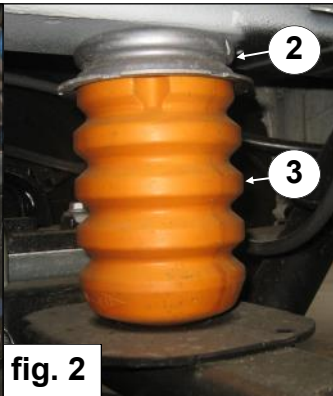

fig. 2
2. Schrauben Sie den Puffer (3) zusammen mit dem Halter (2) aus dem Chassis. *Siehe Abb. 2 & 3.*